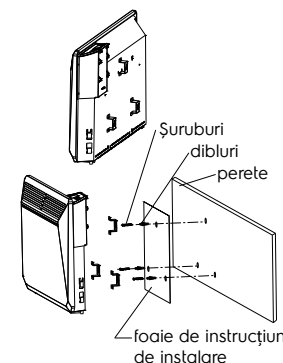

Fig. 4
- Eliberați suportul de perete din convector: apăsați zăvorul și trageți suportul spre sine, apăsând jos pe cele două zăvoare (fig. 4).